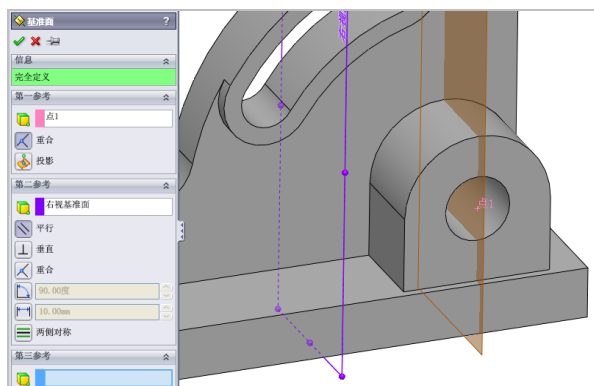

图 14-56 选择参考实体
(13) 单击【基准面】按钮, 弹出【基准面】属性管理器, 选择参考实体, 如图 14-56 所示。